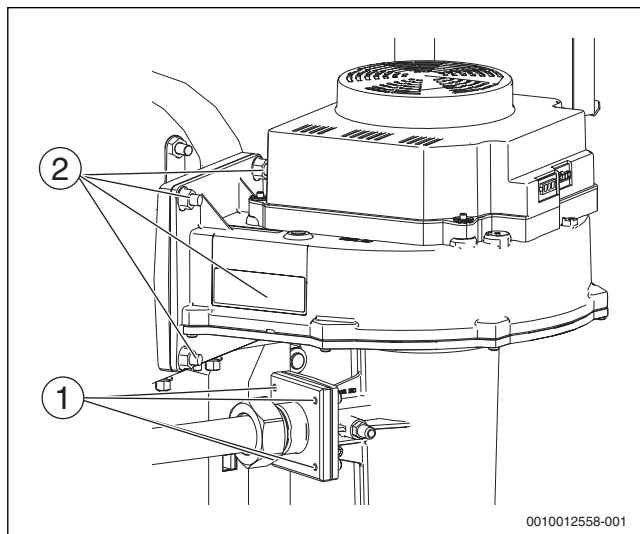

Рис. 60 Демонтаж вентилятора (котлы 150-300 кВт)
- ▶ Отсоедините фланец, для чего отверните 4 гайки на трубе Вентури (→ рис. 60, [1]).
- ▶ Отсоедините вентилятор, для чего отверните 4 гайки на смесительном колене (→ рис. 60, [2]).